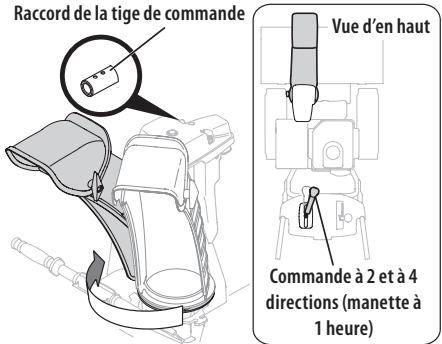
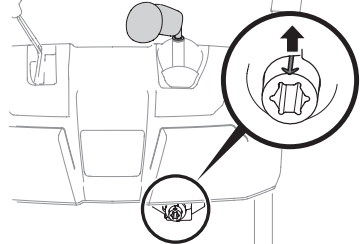

Figure 22
Figure 23
4. Pressez la gâchette de la manette de la commande de goulotte et tournez la goulotte avec votre main jusqu'à ce qu'elle soit pointée vers l'avant. Les trous sur le raccord de la tige de commande de la goulotte pointeront vers le haut. Voir Figure 22.
5. Faites pivoter la manette à la position 1 heure (Figure 22) pour que la flèche sur l'engrenage à pignons sous le tableau de commande pointe vers le haut. Voir Figure 23.